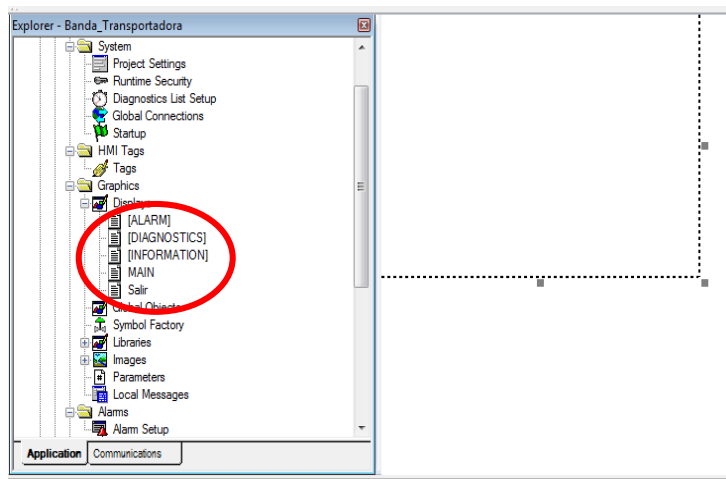

Figura 14: Ventana principal de Factory Talk View
6. Una vez guardada podremos visualizarla dentro de la lista de los demás display disponibles como se muestra en la figura 14.